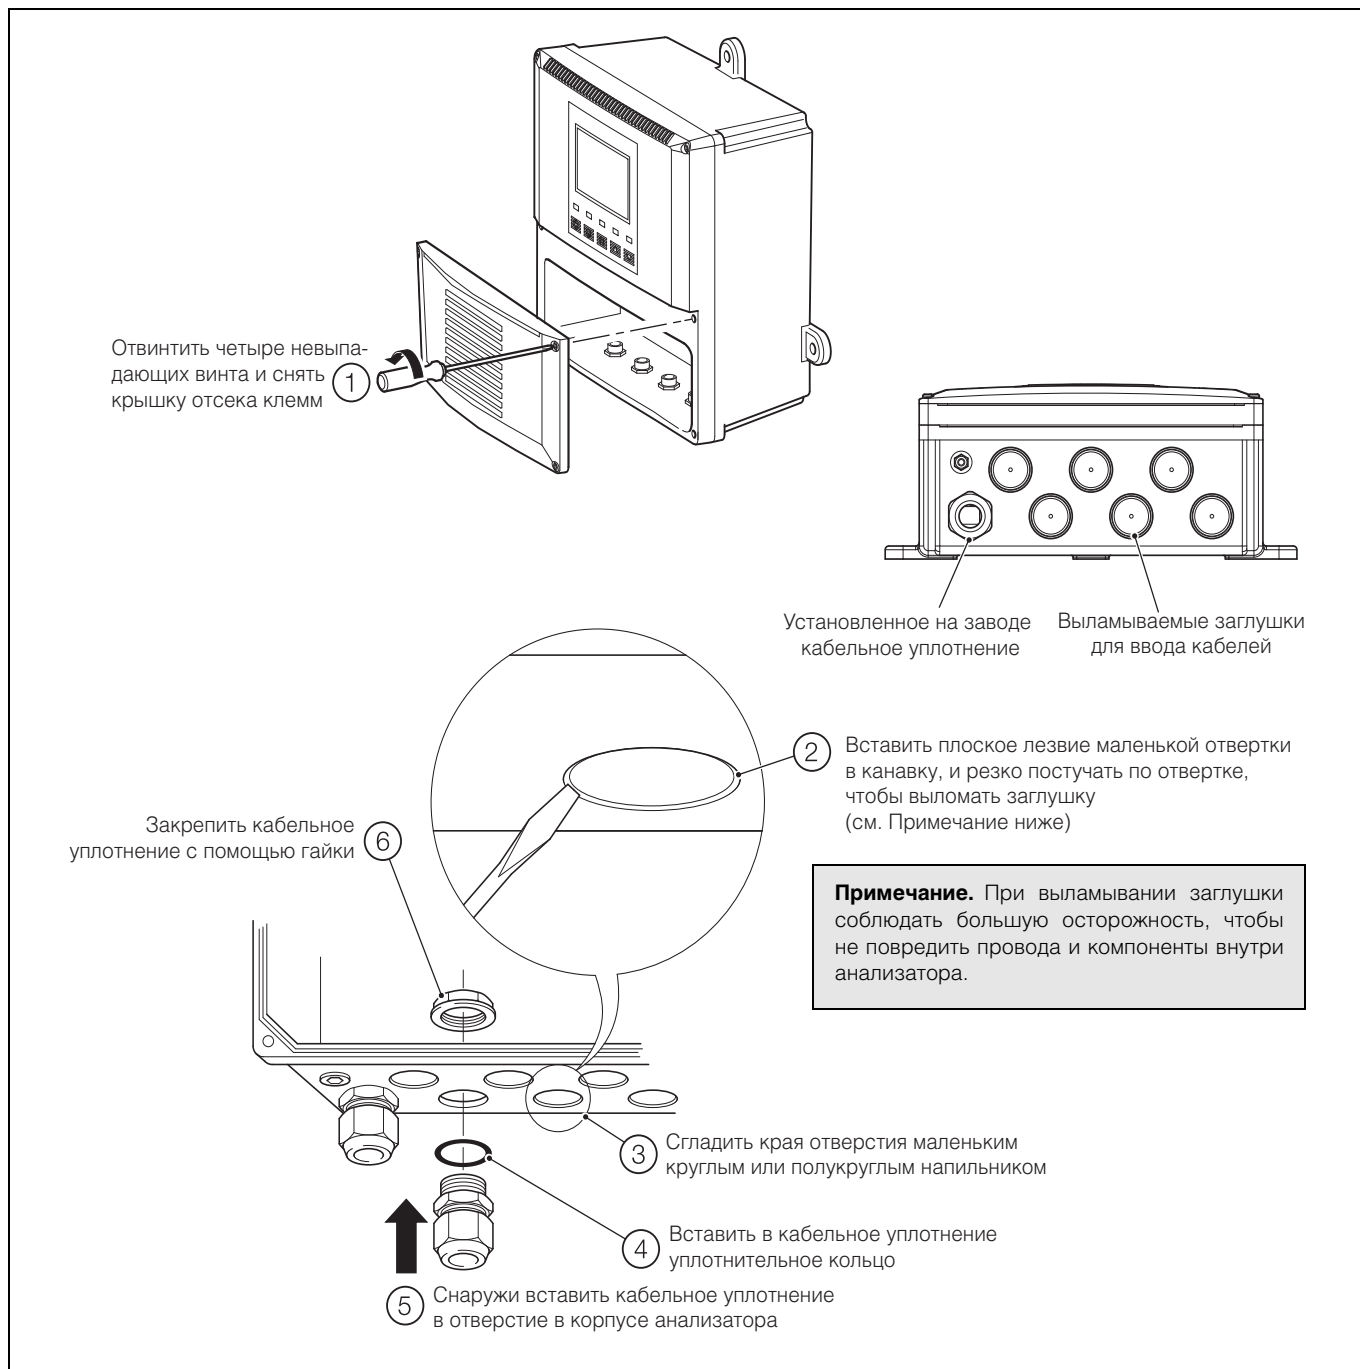

Рис. 6.7 Выламываемые заглушки для ввода кабеля, анализатор настенного/трубного монтажа
6.3.2 Выламываемые заглушки для ввода кабеля, анализатор настенного/трубного монтажа – Рис. 6.7
Анализатор поставляется вместе с 7 кабельными уплотнениями, одно из них уже установлено, остальные должны быть установлены потребителем в зависимости от необходимости – см. Рис. 6.7.